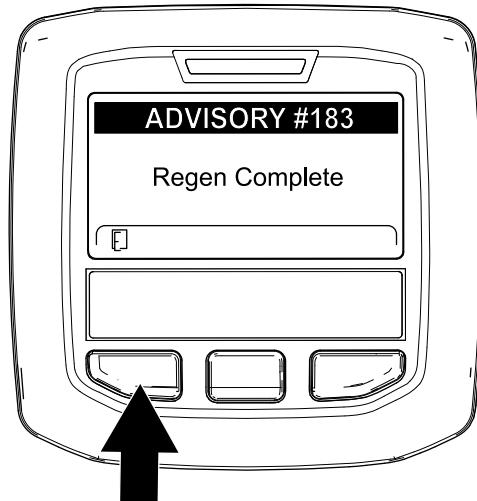

Figure 68
- Quand le calculateur moteur achève une régénération en stationnement ou une d'urgence, l'InfoCenter affiche l'AVIS N° 183 (Figure 68). Appuyez sur le bouton gauche pour revenir à l'écran d'accueil.
**Remarque:** Si la régénération échoue, l'InfoCenter affiche l'avis n° 184 (Figure 68). Appuyez sur le bouton gauche pour revenir à l'écran d'accueil.